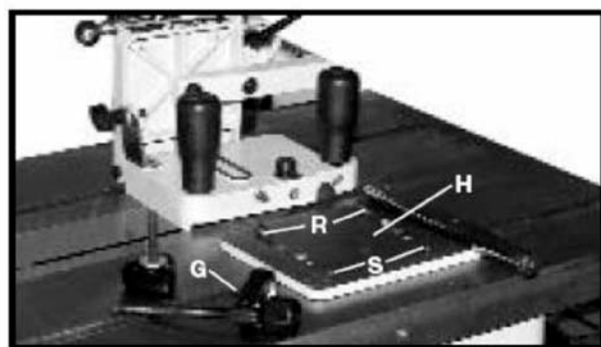

Рисунок 9
9. Сдвиньте основание (H) влево, Рис. 9, к двум отверстиям (S) и совместите с отверстиями в направляющей планке (G). Прикрепите основание к направляющей планке двумя винтами с полукруглой головкой и плоскими шайбами (R), как показано на Рисунке 10.